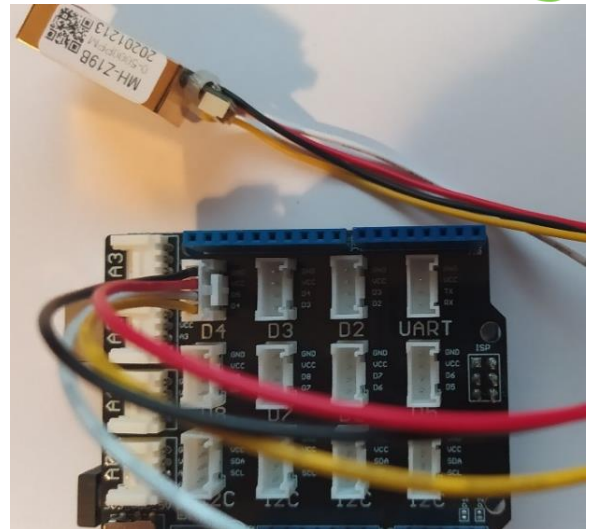

Abbildung 7 Arduino mit Shield und CO2-Sensor in Port D4
- Dann wird der Sensor in den Port D4 am Shield eingesteckt (vgl. Abb. 7).